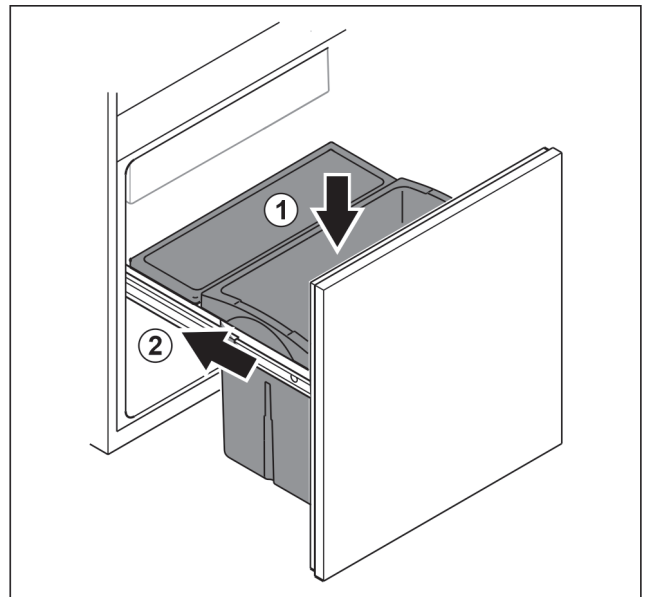

Fig. 156
- ▶ Schubfach von oben einsetzen. Fig. 156 (1)
- ▶ Auszugswagen einschieben. Fig. 156 (2)